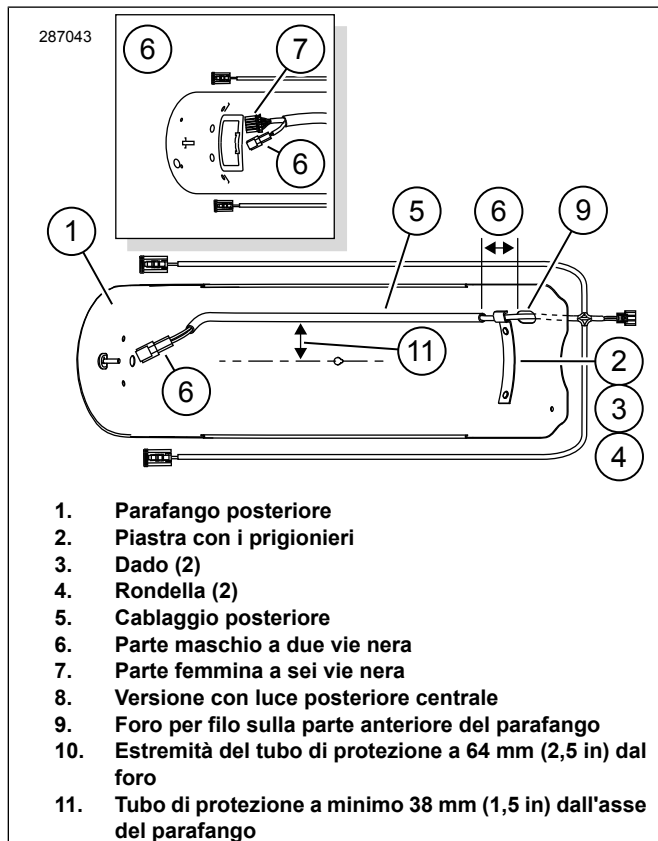

Figura 3. Installare il cablaggio del parafango posteriore
1. Vedere Figura 3. Pulire con una miscela al 50% di alcool isopropilico e 50% di acqua distillata. Far asciugare completamente. Non utilizzare solventi o sostanze chimiche aggressive che potrebbero danneggiare le superfici verniciate.
2. Predisporre la piastra con i prigionieri (2) rimossa dal parafango originale e, con la canalina più vicino possibile al foro del filo, installare senza stringere troppo la piastra alla parte anteriore interna con dadi (3) e rondelle (4) originali. Non serrare completamente.